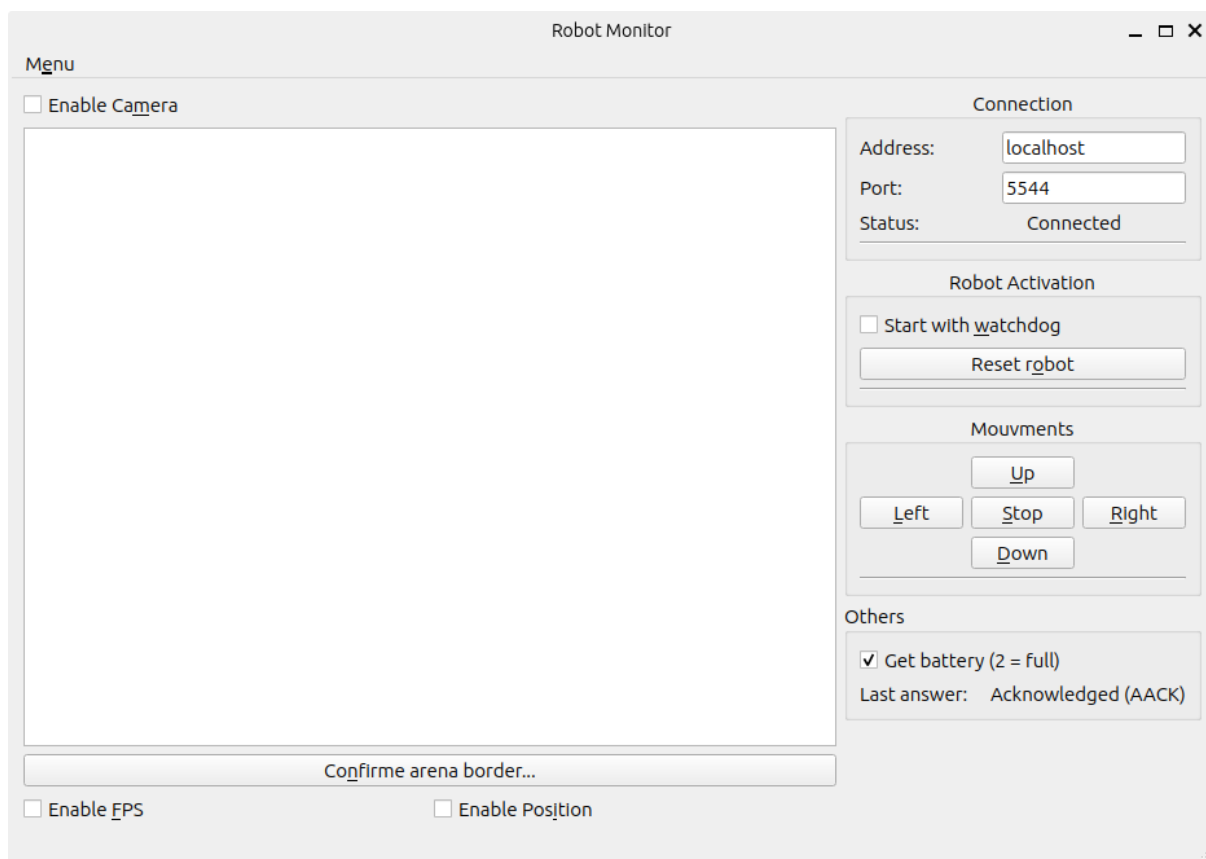

Figure 2. Interface graphique du moniteur en cours d'exécution
- Un poste de travail informatique (celui de la salle de TP) aura un rôle double : 1) en support au programmeur : pour mettre en place l'environnement logiciel du TP, coder, compiler et exécuter le programme de supervision (interface de développement), et 2) en support à l'utilisateur du robot : pour contrôler (envoi de consignes) et superviser à distance l'état (position, charge de la batterie...) et les déplacements du robot via un entité logicielle appelée *moniteur* avec laquelle l'opérateur du robot interagit via une interface graphique (voir Figure 2). Le moniteur sert pour le contrôle du robot et la visualisation d'une scène. Son code vous sera fourni.